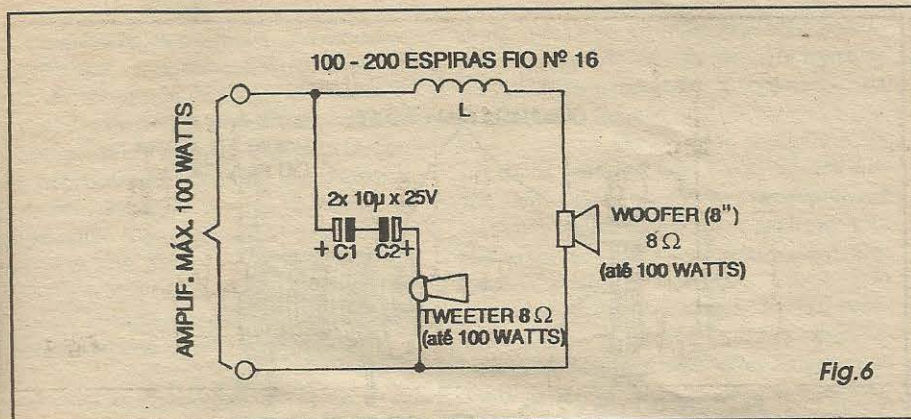

Fig.6
- FIG. 6 - UM PRÁTICO FILTRO/DIVISOR DE FREQUÊNCIAS - Até agora o leitor/aluno viu importantes fatos a respeito da filtragem/divisão de frequências num arranjo de transdutores finais de áudio (alto-falantes...). Vamos agora descrever a construção prática de um filtro passivo, que pode perfeitamente ser instalado em caixas acústicas residenciais, com excelente desempenho... Utilizando apenas dois alto-falantes - um para graves/médios (*woofer* de faixa larga) e um para médios/agudos (*tweeter* de faixa larga), o sistema aceitará trabalhar com amplificadores cuja saída tenha uma potência de até 100 watts,